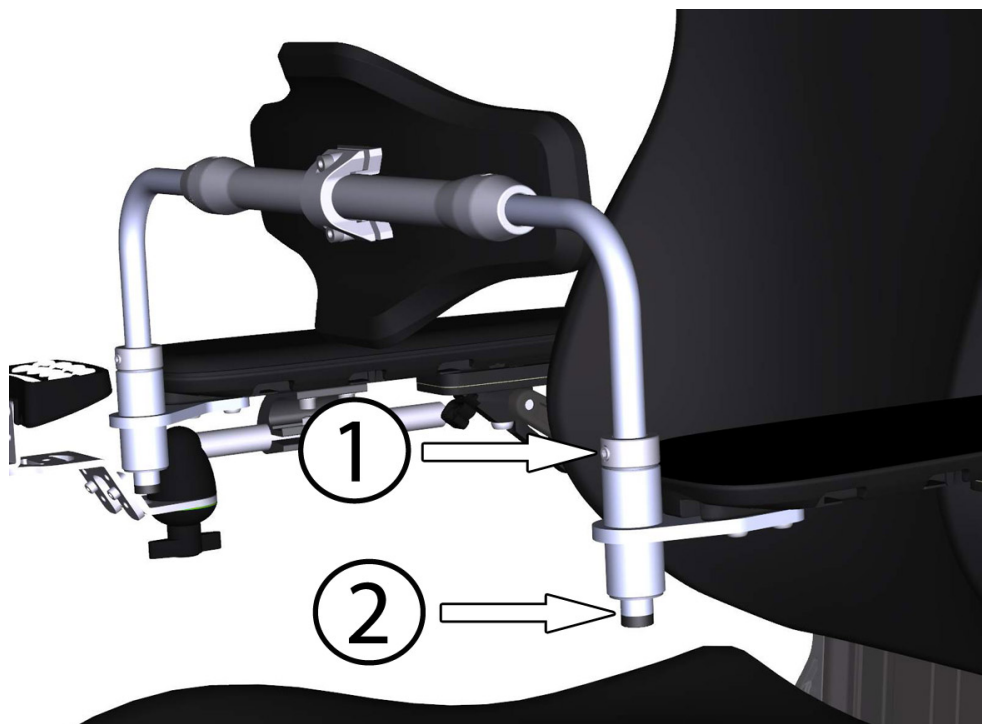

Abbildung 206. Bruststützenhöhe einstellen
1. Inbusschrauben (1) lösen. Siehe Abbildung. 206.
2. Bruststütze auf gewünschte Höhe einstellen. Sie darf nie so hoch eingestellt werden, dass die Halterung an der Unterkante (2) der Buchse nicht mehr zu sehen ist. Siehe Abbildung. 206.